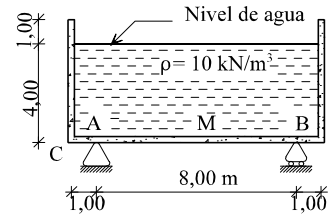

Figura 1c
1) Dibujar y acotar las leyes de esfuerzos de las vigas cargadas de las figuras 1a y 1b y canal de 1m de longitud sometido a la carga de agua de la figura 1c.